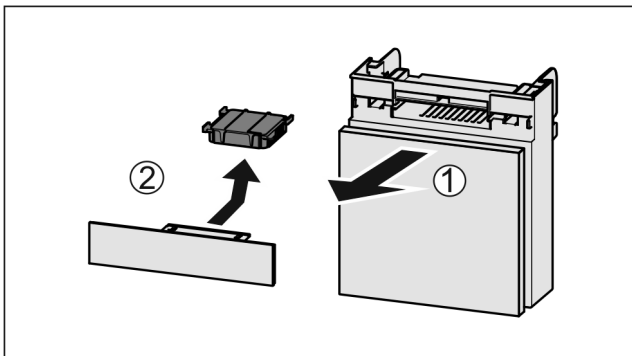

Fig. 157
- Lade vanaf de voorkant eruit trekken Fig. 157 (1).
- Actiefkoolfilter verwijderen Fig. 157 (2).